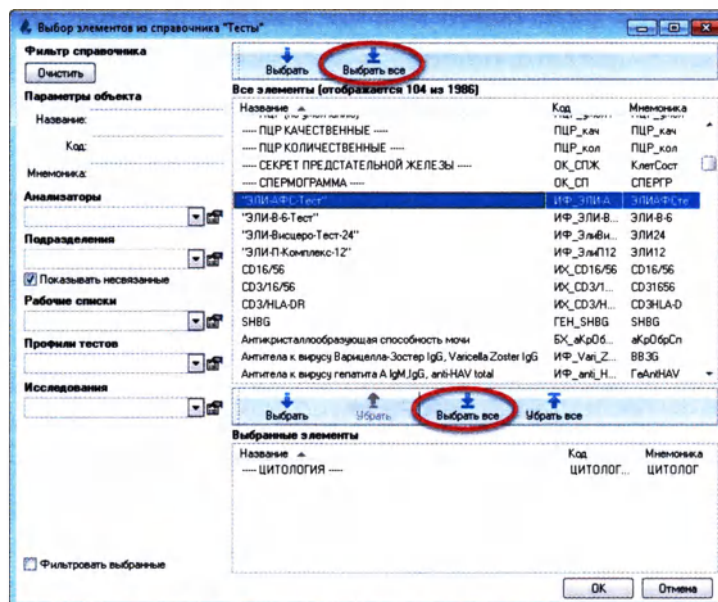

Рисунок 5.35
4. Чтобы выбрать все работы в таблице «Все элементы», нажмите кнопку «**Выбрать все**», как показано на рисунке ниже (Рисунок 5.35):